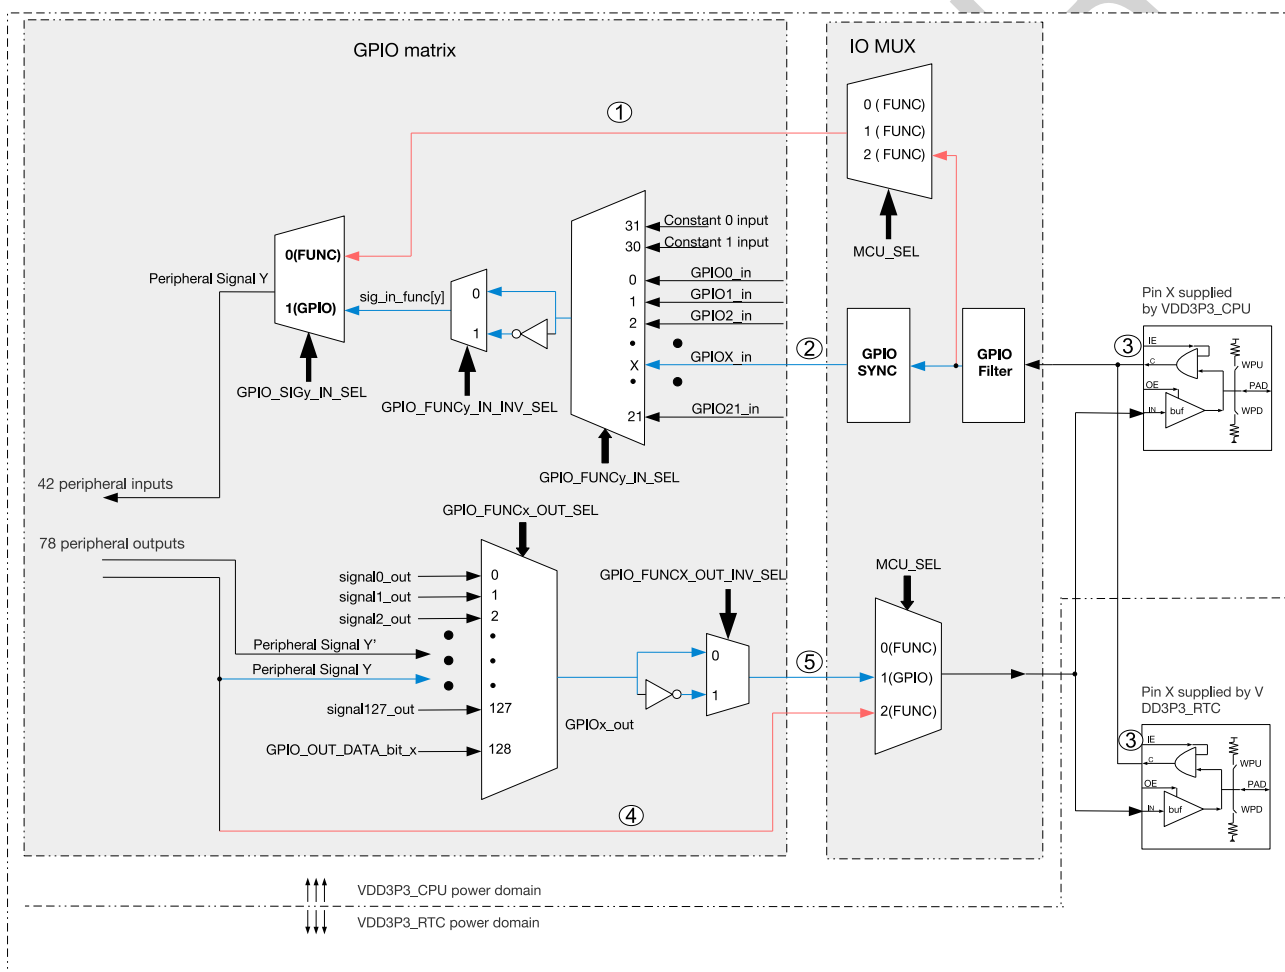

图 5-2. IO MUX 和 GPIO 交换矩阵框图 (详图)
- 图 5-2 详细展示了 IO MUX 和 GPIO 交换矩阵将信号引入外设和引出至管脚的具体过程；
如图 5-2 所示，对于信号输入，外部输入信号从 GPIO 管脚输入，经 GPIO SYNC 模块同步至 APB 总线时钟后进入 GPIO 交换矩阵。外部输入信号也可以通过 IO MUX 直接进入外设，但信号无法经由 GPIO SYNC 模块同步。
如图 5-2 所示, 对于信号输出, 78 个输出信号 (即在表 5-1 中“输出信号”列的所有信号) 中的某一个信号通过 GPIO 交换矩阵到达 IO MUX, 然后连接到某个 GPIO 管脚。